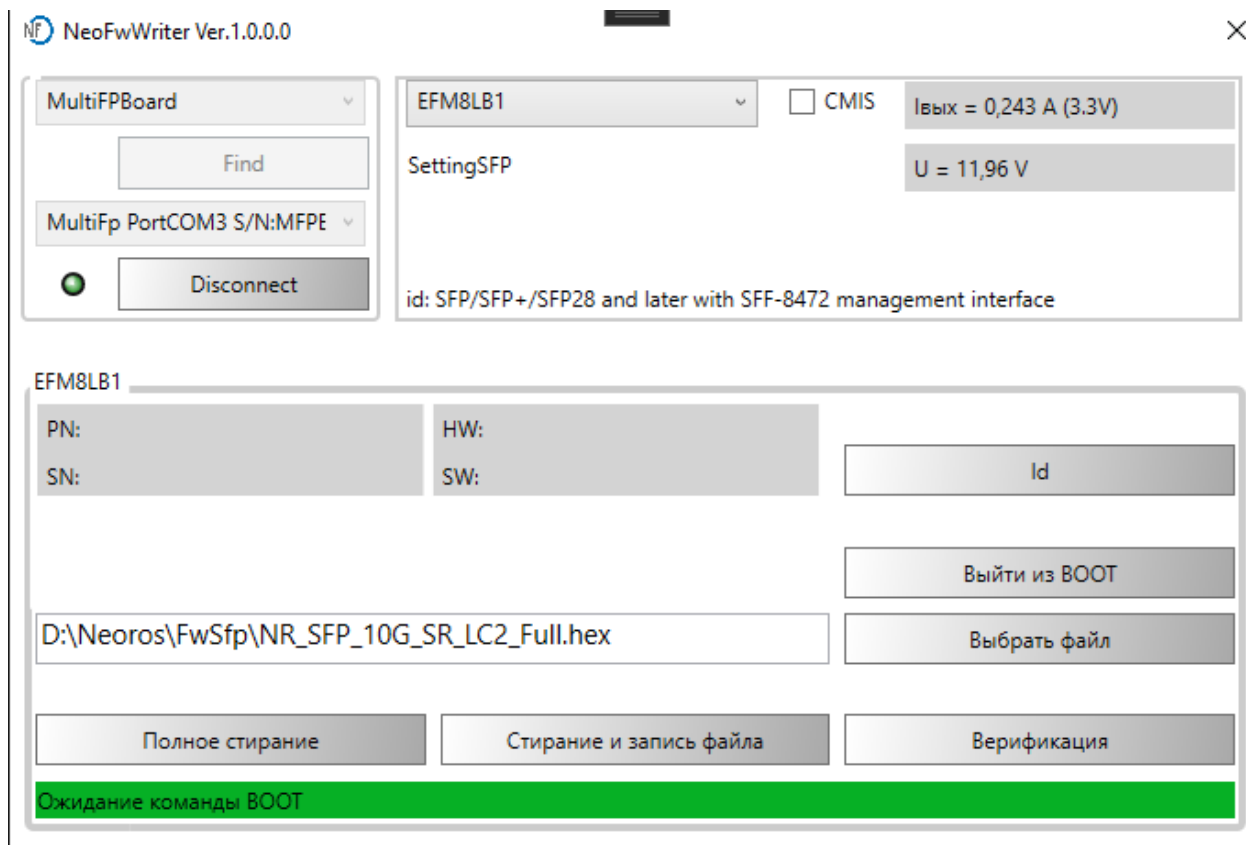

Рисунок 7. Выбор файла прошивки
3.4.2. В открывшемся окне выберите нужный `.hex` файл и нажмите «Открыть». Путь к файлу отобразится в поле ввода (Рисунок 7).